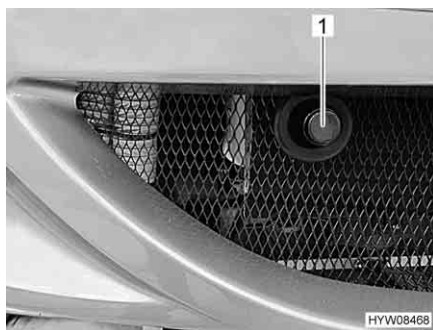

Fig. 39 Copertura per l'alloggiamento dell'occhione di traino
- Rimuovere la copertura (Fig. 39,1).